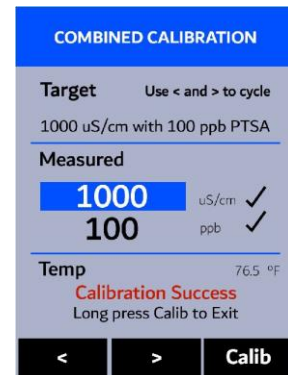

Figura 15.
10. Finalmente, aparecerá el mensaje "**Calibración exitosa**" en la parte inferior de la pantalla (Figura 15).